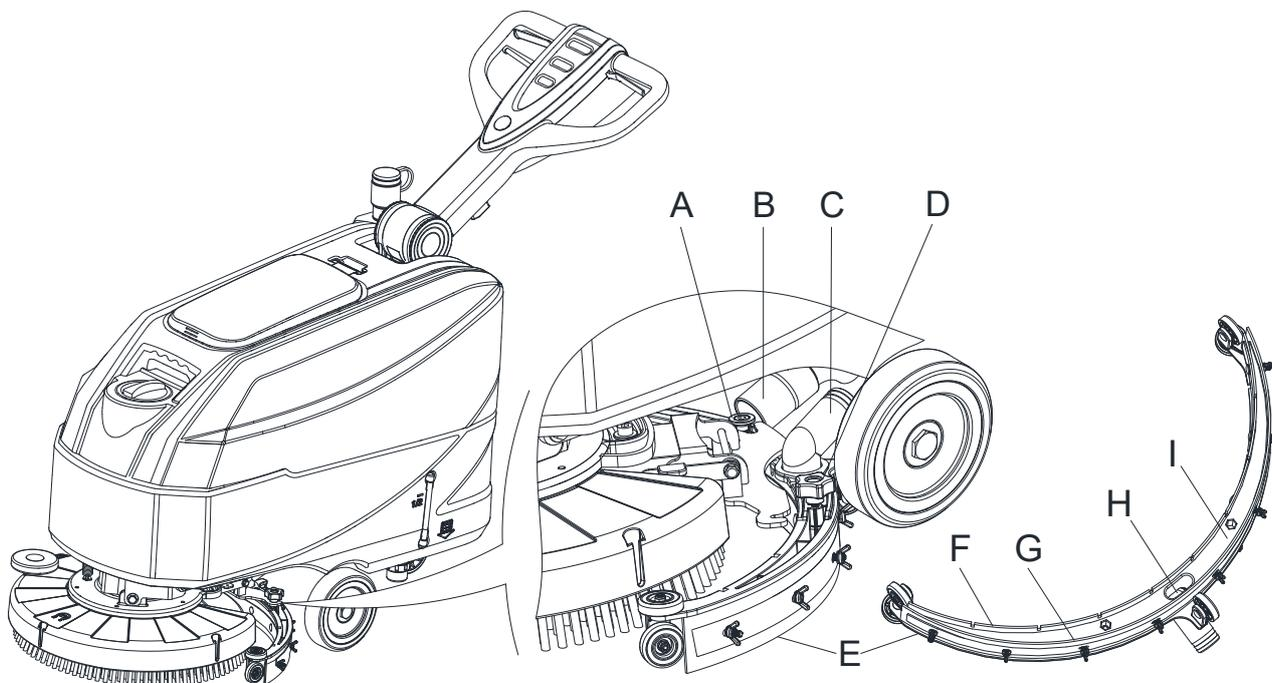
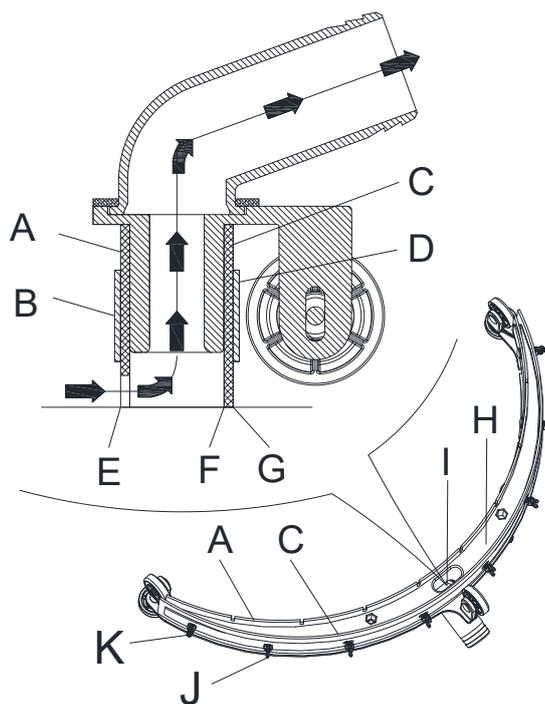

Рис. 15
Рис. 16
4. Отсоедините вакуумный шланг (B, Рис. 15) от всасывающего скребка (C).
5. Ослабьте ручки (D) и снимите скребок (E).
6. Очистите стальной или пластмассовый скребок (E, Рис. 15). Очистите отсеки (I) и особенно отверстие (H). Проверьте переднее лезвие (F) и заднее лезвие (G) на отсутствие повреждений, порезов и разрывов; при необходимости замените их (см. процедуру в следующем пункте).
2. Убедитесь, что края (Е, Рис. 16) переднего лезвия (А) и края (F) заднего лезвия (С) находятся на одном уровне по всей длине; при необходимости отрегулируйте высоту в соответствии со следующей процедурой:
- Ослабьте все барашковые гайки (J) и отрегулируйте переднее лезвие (А) и заднее лезвие (С), затем затяните все барашковые гайки.
3. Проверьте переднее лезвие (А) и заднее лезвие (С) на отсутствие следов износа, порезов и разрывов; при необходимости замените их в соответствии со следующей процедурой. Убедитесь, что передний (Е) или задний углы (F) не изношены; при необходимости переверните лезвие, чтобы заменить изношенный угол целым углом. Если другие углы также изношены, замените лезвие скребка в соответствии со следующей процедурой:
- Отверните все барашковые гайки (J) и винт (K), снимите фиксирующую планку (B), затем замените/переверните переднее лезвие (А). Соберите скребок в обратном порядке.
- Отверните все барашковые гайки (J) и винт (K), снимите фиксирующую планку (D), затем замените/переверните заднее лезвие (С). Соберите скребок в обратном порядке. После замены лезвия (или переворачивания) соберите скребок, как показано в предыдущем шаге.
4. Установите скребок (Е, Рис. 15) и закрутите ручки (D, Рис. 15).
5. Подсоедините вакуумный шланг (В, Рис. 15) к всасывающему скребку (С, Рис. 15)